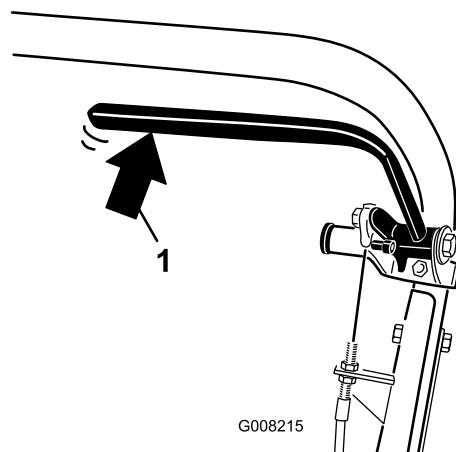

Bild 32
2. Drücken Sie mit einer Federskala rückwärts auf den Betriebsbremshebel (Bild 32). Die Feststellbremse sollte sich bei einer aufgebrachten Kraft von 13,5 kg bis 18 kg lösen. Wenn sich die Feststellbremse löst, bevor eine Kraft von 13,5 kg bis 18 kg aufgebracht wird, muss der Bremszug eingestellt werden. Gehen Sie auf Schritt 3.